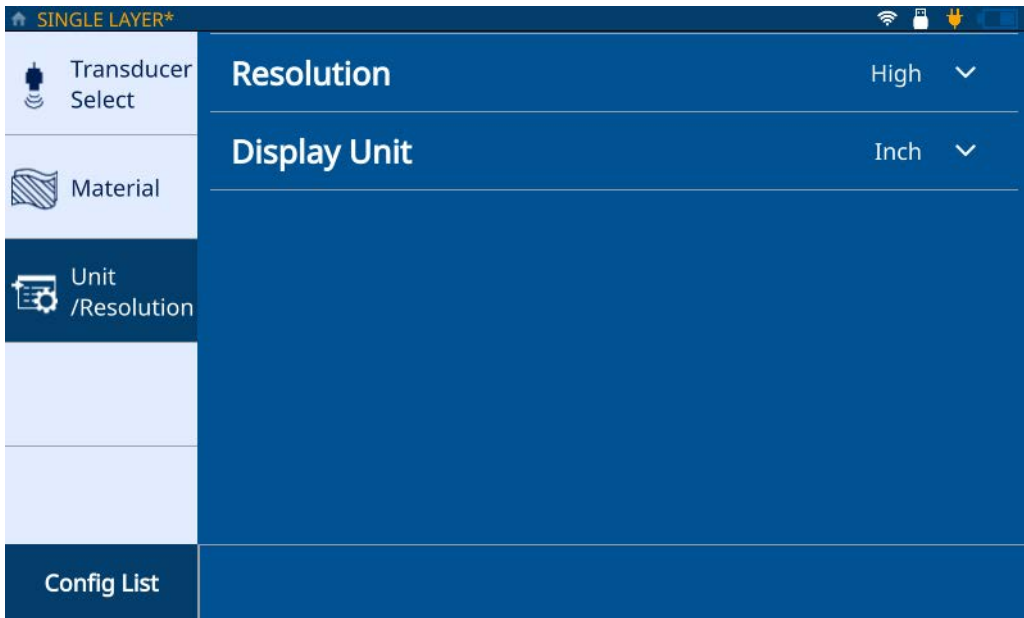

Figura 2-4 Guia Unit/Resolution (Unidade/resolução)
10. Clique na guia **Unit/Resolution** (Unidade/resolução) (consulte Figura 2-4 na página 16).
14. Repita as etapas 12 e 13 até que todas as camadas (até um máximo de 6 camadas) tenham sido definidas e clique na guia **Unit/Resolution** (Unidade/resolução) (consulte Figura 2-4 na página 16).
12. Clique na guia **Unit/Resolution** (Unidade/resolução) (consulte Figura 2-4 na página 16).